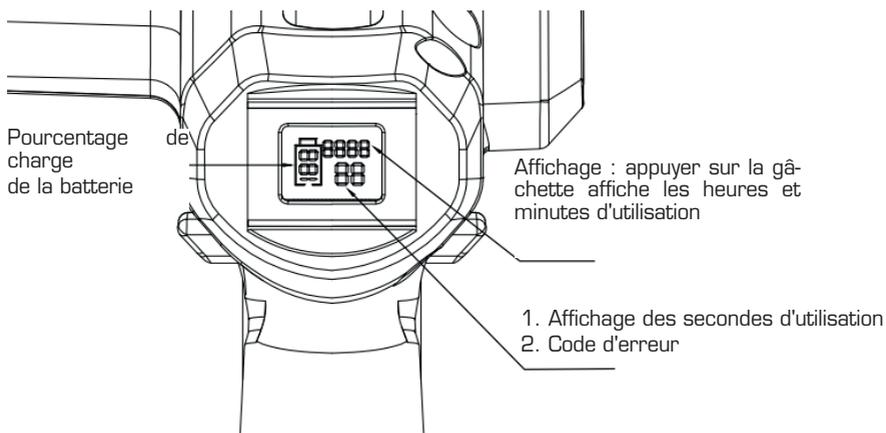

Figure 6
- Lorsque l'outil démarre, l'écran s'allume, montrant les instructions indiquées dans (Figure 6)